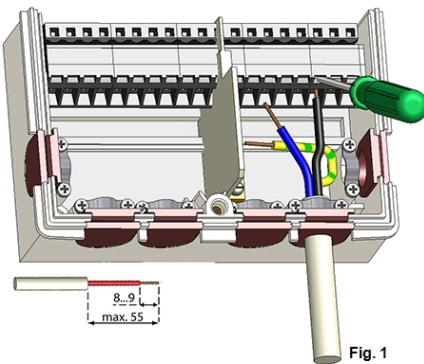

Fig. 1
2. Leitungen max. 55 mm abmanteln, einführen, die Zugentlastungen montieren, Aderenden 8-9 mm abisolieren (Abb. 1)